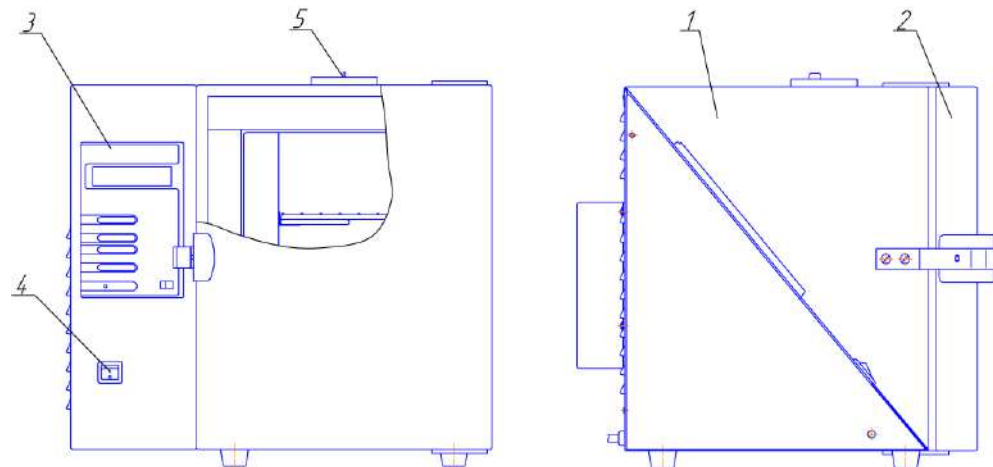
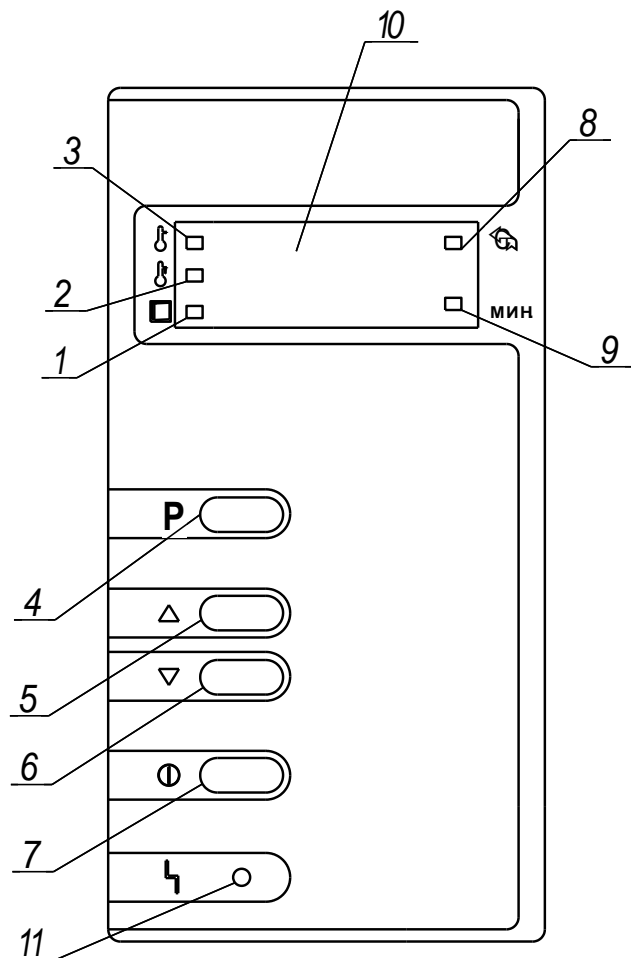

Рисунок 1 – Стерилизаторы ГП МО. Общий вид
Рисунок 2 – Расположение органов управления стерилизатором на блоке управления
1.4.1 Общий вид стерилизатора представлен на рис. 1 и 2.
Установить выключатель (поз. 4, рис. 1) в положение " I ". На блоке управления загорится индикатор (поз. 8, рис. 2), информационное табло (поз. 10, рис. 2) показывает текущую температуру в стерилизационной камере.
Для выбора программы стерилизации нажать на кнопку "Р" (поз. 4, рис. 2) и выбрать нужную программу путем нажатия на одну из кнопок "Δ", "∇" (поз.5, 6, рис. 2).
Для запуска выбранной программы кратковременно (не более 2 сек) нажать на кнопку " I " (поз. 7, рис. 2). Стерилизатор перейдет в фазу «ПОДГОТОВКА». Информационное табло индицирует изменение температуры в камере. Происходит нагрев до установленного значения температуры.
При достижении заданной температуры стерилизатор переходит в фазу «СТЕРИЛИЗАЦИЯ». Включается светодиодный индикатор "СТЕРИЛИЗАЦИЯ" (поз. 3, рис. 2), информационное табло попеременно индицирует время выдержки и текущую температуру в камере. Происходит выдержка при заданной температуре, по истечении которой стерилизатор переходит в фазу «ОХЛАЖДЕНИЕ».
В фазе «ОХЛАЖДЕНИЕ» индикатор продолжает показывать изменение температуры в камере и горит индикатор "ОХЛАЖДЕНИЕ" (поз. 2, рис. 2). Температура в камере падает. При понижении температуры до 75 °С гаснет индикатор "ОХЛАЖДЕНИЕ", загорается индикатор "ВЫГРУЗКА" (поз. 1, рис. 2) и звучит прерывистый звуковой сигнал, который выключается через 1 минуту.
2.3.1 Установить выключатель (поз. 4, рис. 1) в положение " I ". На блоке управления загорится индикатор (поз. 8, рис. 2), информационное табло (поз.10, рис. 2) показывает текущую температуру в стерилизационной камере.
" ① " (поз. 7, рис. 2) и удерживать в течение 3 секунд.
2.3.4 Стерилизатор запоминает в энергонезависимой памяти номер последней программы, запущенной на исполнение. Для ее повторного запуска можно сразу нажать на кнопку " ① " (поз. 7, рис. 2), не производя перебор программ.
2.3.10 По окончании работы установить сетевой выключатель в положение "O" (поз. 4, рис. 1).